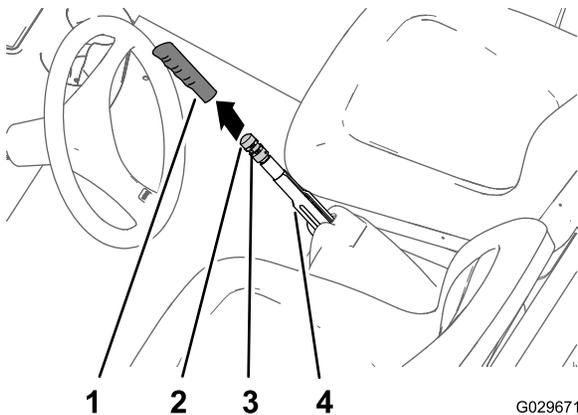

Figura 63
1. Retire a pega da alavanca do travão de estacionamento (Figura 63).
2. Desaperte o parafuso de afinação que fixa o manípulo de ajuste do travão à alavanca do travão de estacionamento (Figura 63).
3. Rode o manípulo de ajuste do travão aplicando um binário de 133 a 156 N·m para ativar a alavanca do travão de estacionamento (Figura 63).
4. Aperte o parafuso de afinação e instale a pega (Figura 63).
1. Retire a pega do travão de estacionamento (Figura 63).
2. Desaperte o parafuso de afinação (Figura 63) que fixa o manípulo de ajuste do travão à alavanca do travão de estacionamento, solte o travão de estacionamento e desaperte o manípulo de ajuste do travão.
5. Rode o manípulo de ajuste do travão (Figura 63) aplicando um binário de 133 a 156 N·m para ativar a alavanca do travão de estacionamento.
- C. Rode o manípulo de ajuste do travão (Figura 63) aplicando um binário de 133 a 156 N·m para ativar a alavanca do travão de estacionamento.
- Aperte o parafuso de afinação e instale a pega (Figura 63).